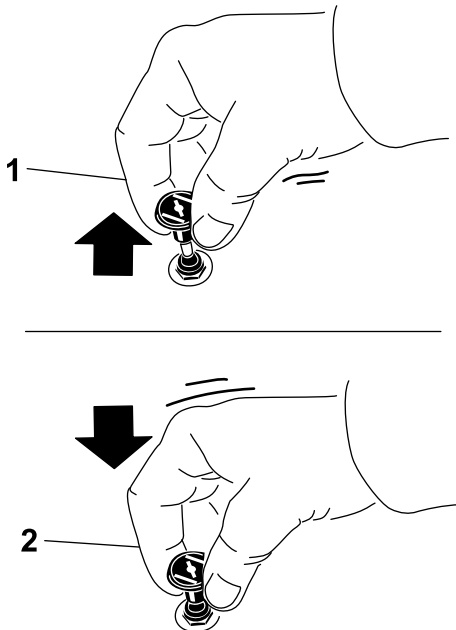

Figure 21
1. Tirez sur la commande du volet de départ pour engager le volet de départ avant d'utiliser le commutateur d'allumage (Figure 21).
2. Poussez sur le bouton pour désengager le volet de départ une fois que le moteur a démarré (Figure 21).